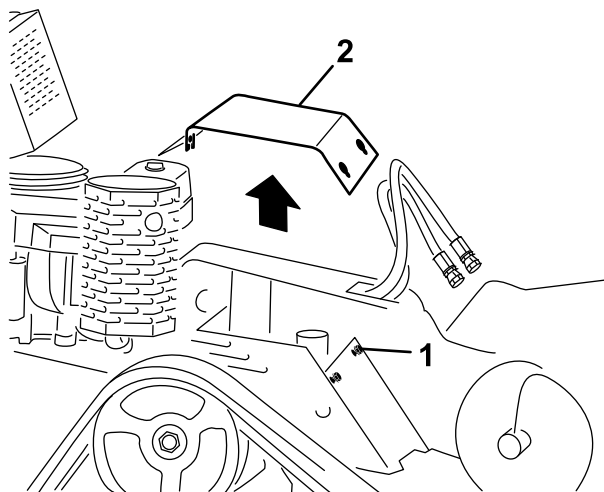

Рисунок 21
4. Последовательно ослабьте 3 болта, крепящие плоскую крышку к раме, чтобы можно было снять крышку (Рисунок 21).
6. Чтобы установить плоскую крышку перед началом эксплуатации машины, задвиньте крышку на место и закрепите 3 болтами, ослабленными ранее (Рисунок 21).